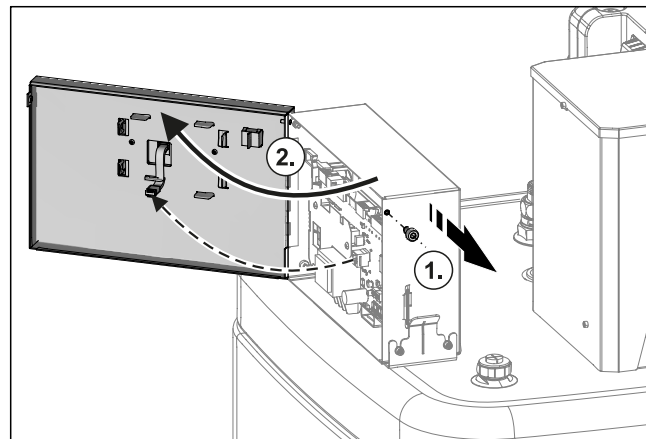

Fig. 4-28 Retirar el tornillo de seguridad
- 5 Retirar el tornillo de fijación ubicado arriba a la derecha del panel de conexiones de la caldera (Fig. 4-28).